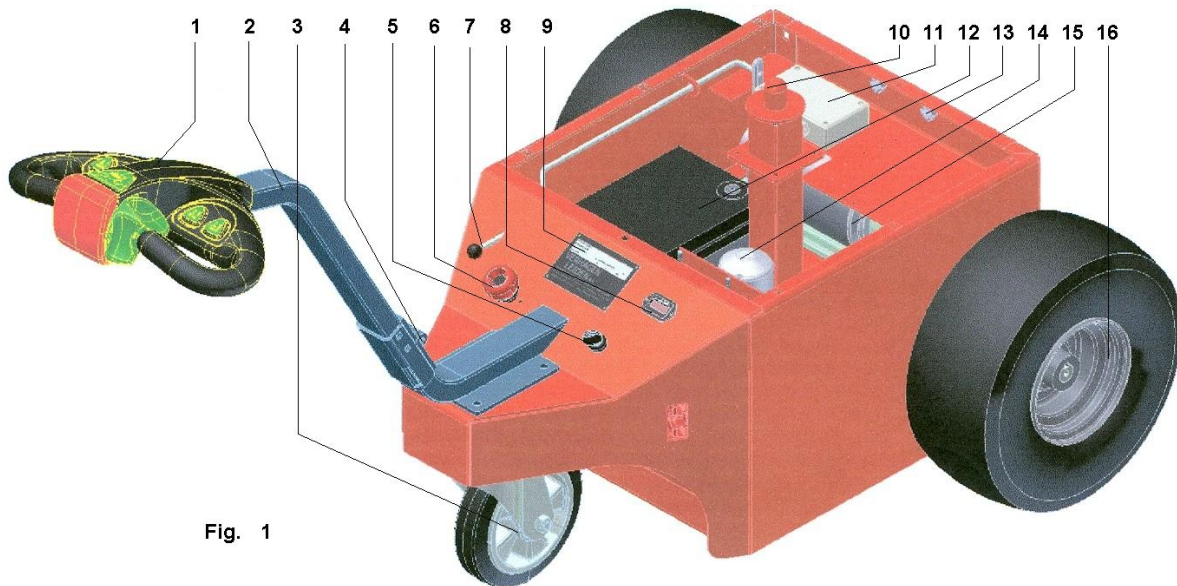

Fig. 1
5.3 Bediening en werking (zie foto, fig. 1)
Met het contactslot (5 fig. 1) worden de batterijen afgeschakeld, **altijd de batterij af schakelen bij onderhoud aan de Multi-Mover XL35.**